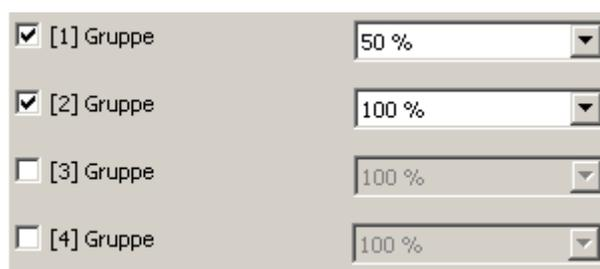

Bild 56: Beispiel einer Gruppenzuordnung eines Effekt-Schritts
Einem Effekt-Schritt lassen sich ohne Einschränkungen alle angelegten Gruppen und Einzelgeräte zuordnen. Zudem ist eine Zuordnung angelegter Szenen möglich. Jede Gruppe, jedes Einzelgerät und jede Szene kann unabhängig zugewiesen werden, indem das Auswahlkästchen vor dem Gruppen- oder Einzelgerätenamen oder vor dem Szenennamen in der Konfiguration der Effekt-Schritte aktiviert wird (Bild 56). Gruppen, Einzelgeräte und Szenen, deren Auswahlkästchen nicht aktiviert sind, sind dem Effekt-Schritt nicht zugeordnet. Alle nicht angelegten Gruppen, Einzelgeräte oder Szenen des DALI-Gateways sind grau ausgeblendet und somit nicht editierbar.
- Im Parameterknoten "Effekte -> [x] Effektname -> [y] Schritt" ($x = 1 \dots 16$ / $y = 1 \dots 15$) für jede zugeordnete DALI-Gruppe, für jedes zugeordnete Einzelgerät und für jede zugeordnete Szene den erforderlichen Helligkeitswert vorgeben (Bild 56).